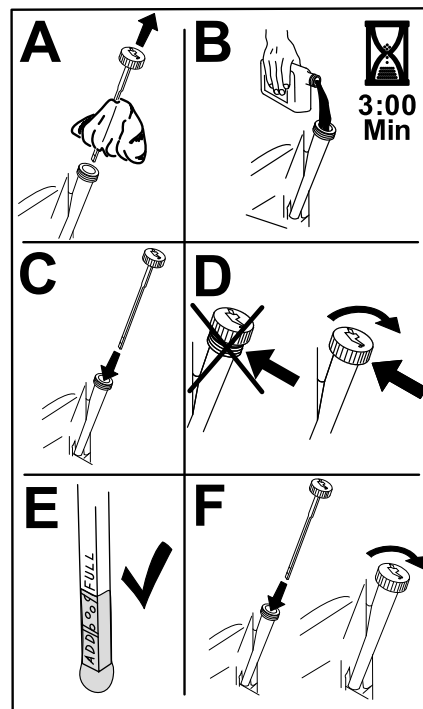

Figura 49
6. Vierta lentamente un 80% aproximadamente del aceite especificado por el tubo de llenado, luego añada lentamente el resto del aceite hasta que llegue a la marca Lleno (Figura 49).